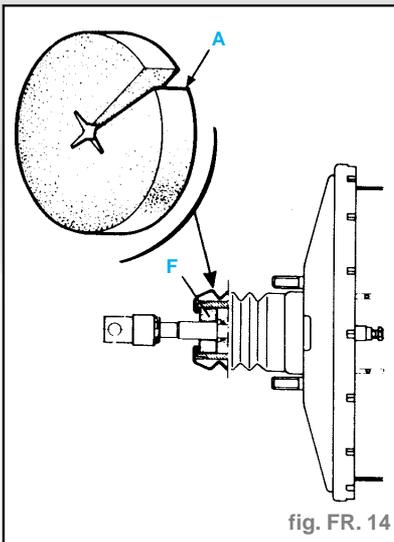

fig. FR. 14
- Pour le remplacement du filtre à air (F), il n'est pas nécessaire de déposer le servofrein (fig. FR. 14).